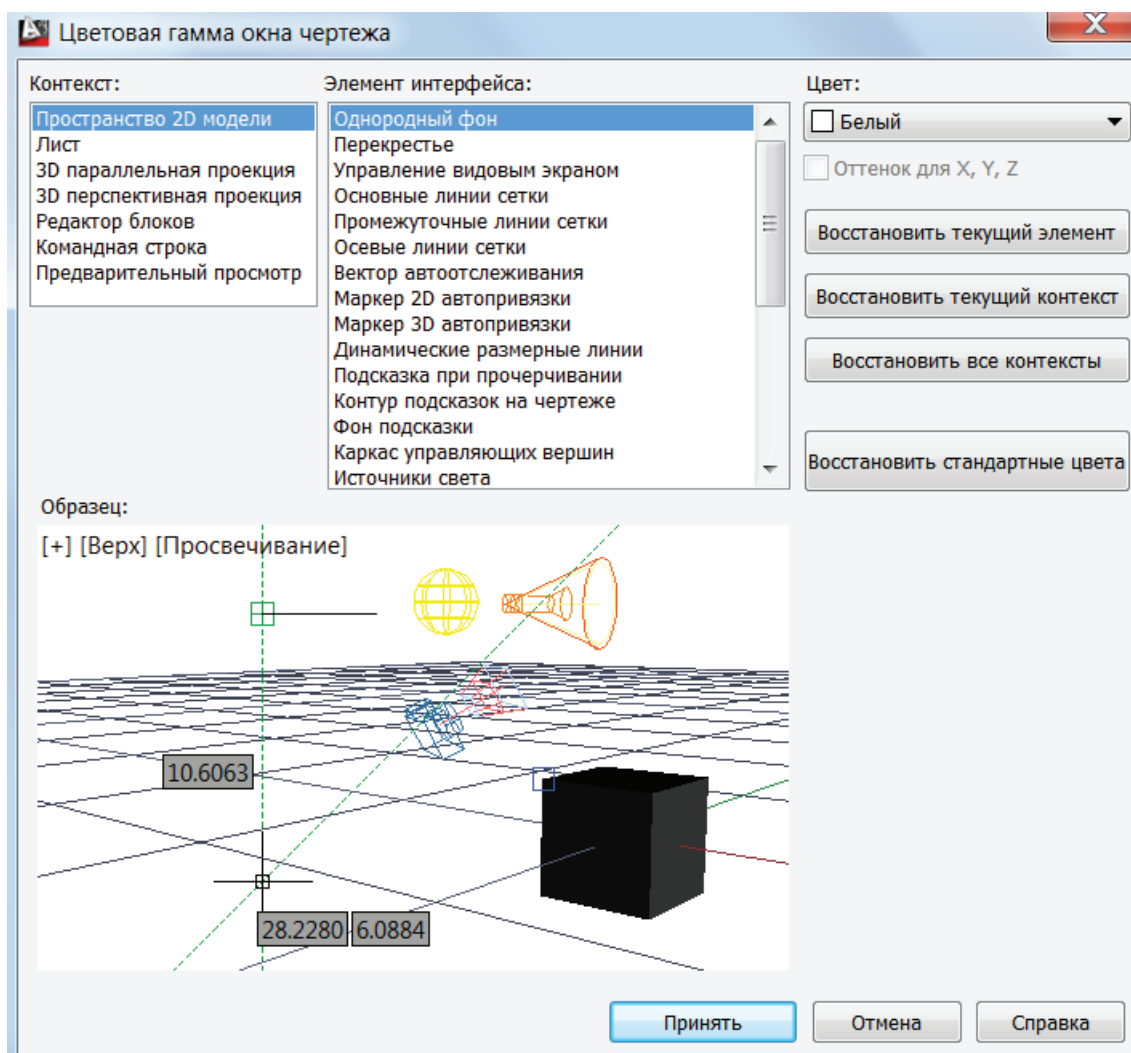

Рис. 42. Диалоговое окно Цветовая гамма окна чертежа
- ◆ выберите цветовую гамму области чертежа (рис. 42).